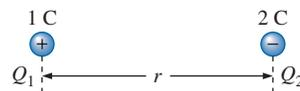

FIG. A2.36
2. Determine la fuerza de atracción en newtons entre las cargas  $Q_1$  y  $Q_2$  en la figura A2.36 cuando